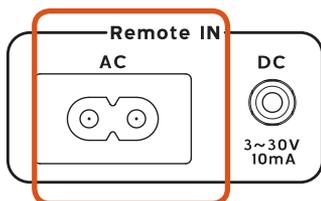

Figure 2a
- A. Branchez l'extrémité C8 (Fig. 8 - femelle) du câble de commande CA à distance inclus dans la prise « Remote AC IN » (entrée CA à distance) située à l'arrière de la console d'alimentation. (Fig. 2a)